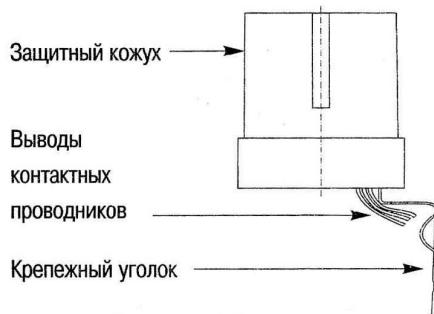

Рисунок 8. Установка фотореле
4.7. Кабель датчика освещения (фотореле) поставляется в сборе с фотореле и вводится в щит после непосредственной установки фотореле на крепежном уголке (см. рис.8). Кабель подключается к клеммам X3.1, X3.2 и X3.6 как показано на Рисунке 6.